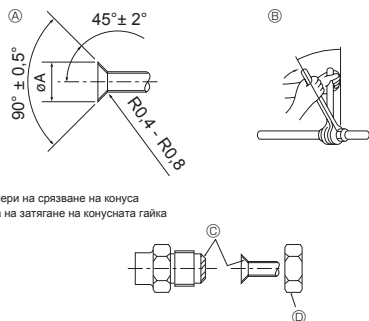

Fig. 5-1
Ⓐ (Fig. 5-1)
Ⓑ (Fig. 5-1)
5.2. Свързващи тръби (Fig. 5-1)